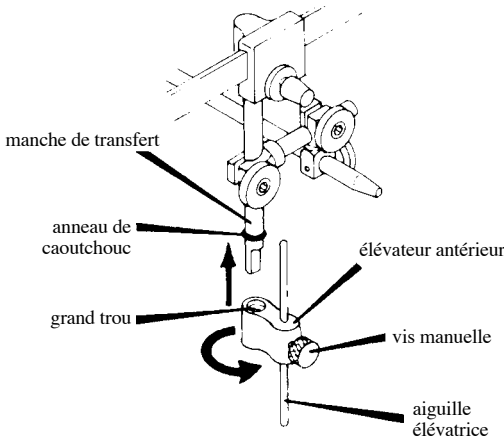

Figure 13
12. L'élévateur antérieur, n°010358-000, se glisse sur le manche de transfert, voir figure 13. Positionnez d'abord le manche dans le grand trou puis faites pivoter l'élévateur antérieur pour le faire glisser jusqu'à l'anneau de caoutchouc. L'aiguille de l'élévateur et la vis manuelle sont positionnées à l'avant du montage. Glissez l'aiguille élévatrice jusqu'à sa position la plus haute et serrez la vis manuelle.